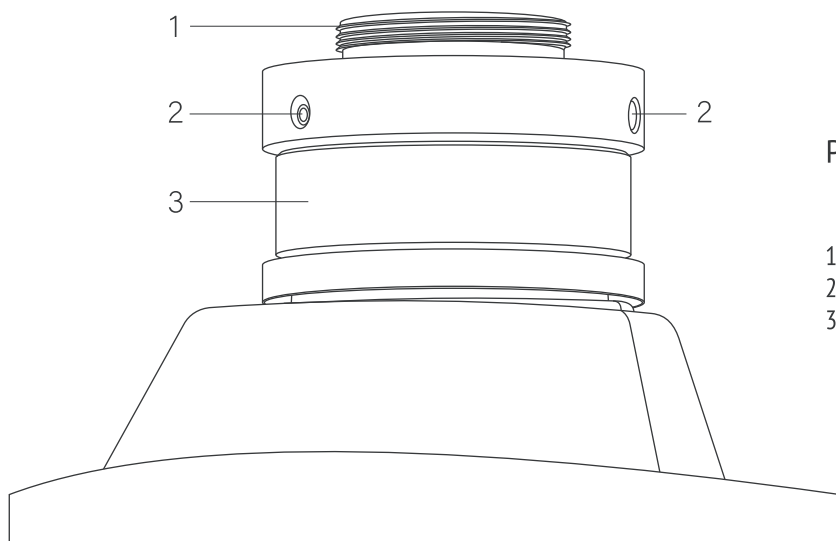

Рис. 15. Адаптер канала визуализации.
- Откорректируйте резкость изображения на мониторе так, чтобы оптическое и цифровое изображение были бы одинаково резкими. Для этого вращайте кольцо 3 (рис. 15).
Для регулировки ориентации камеры ослабьте один из центрировочных винтов 2 (рис. 15) и удерживая кольцо 3 (рис. 15) чтобы не нарушить фокусировку, поверните камеру в нужном направлении. После регулировки зафиксируйте винт 2. Для этой процедуры необходим приобретаемый дополнительно шестигранный ключ 1.5 мм.
- Если изображение находится не по центру, ослабьте центрирующие винты 2 (рис. 15) и вращая поочередно винты отрегулируйте положение адаптера с камерой так, чтобы изображение переместилось в центр. Для этой процедуры необходим приобретаемый дополнительно шестигранный ключ 1.5 мм.